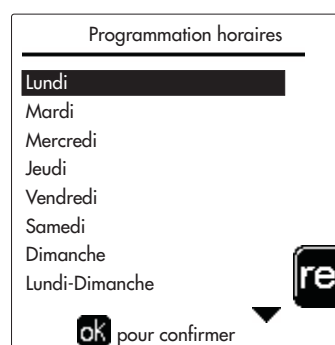

fig. 26
- Pour restaurer le programme horaire aux valeurs d'usine, appuyer sur la touche **contextuelle 3** dans le menu **Programme horaire** (fig. 26) et valider par **OK**.